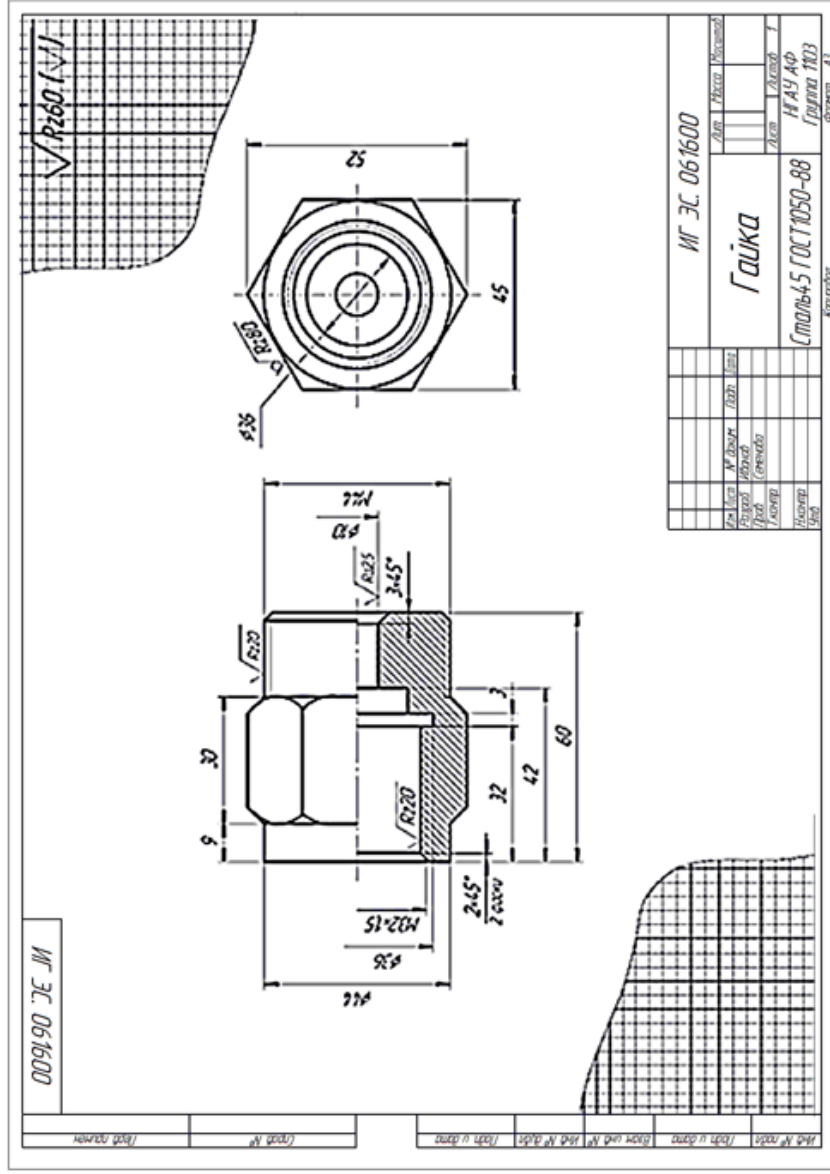

Рисунок 17 – Пример выполнения эскиза детали
- пример выполнения задания представлен на рис. 17.